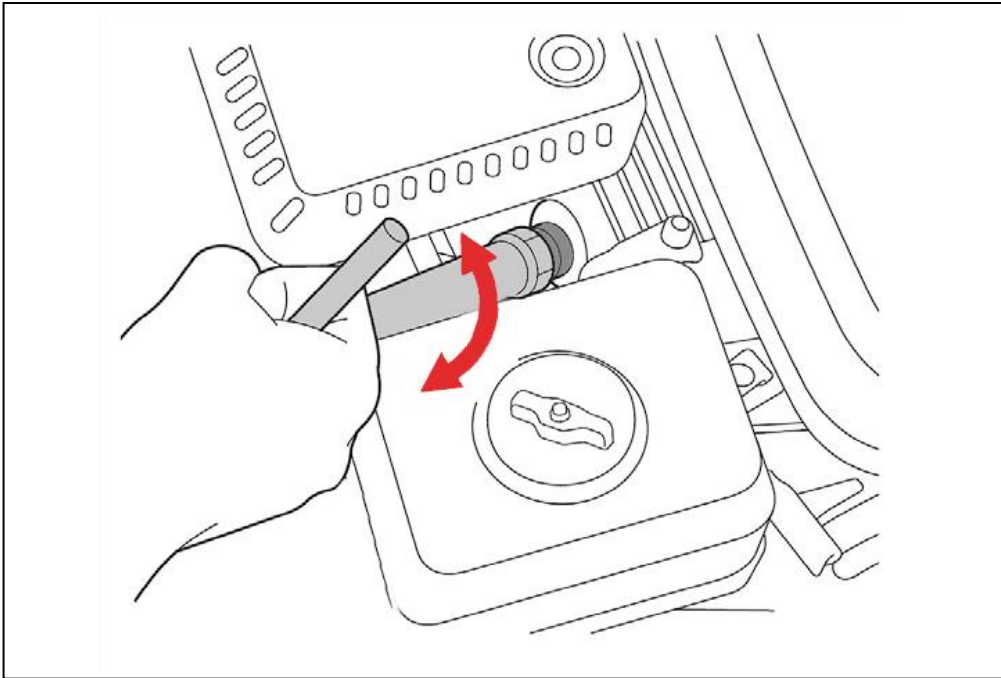

Рис. 19. Обслуживание свечи зажигания.
2. Открутите свечу зажигания свечным ключом (Рис. 19).